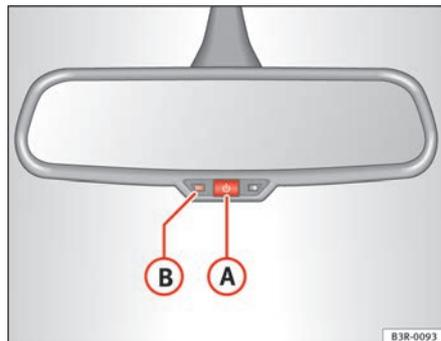

Fig. 102 Espelho retrovisor interior com ajuste para a posição anti-encandeamento: Aviso de controlo e interruptor
- Pressione a tecla **A** ⇒ fig. 102. O aviso de controlo **B** apaga-se.
- Pressione a tecla **A** ⇒ fig. 102. O aviso de controlo **B** acende-se.